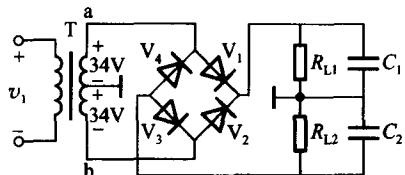

图 1-8
(1) 图 1-8 所示电路中：①当变压器二次电压为正半周(a+、b-)时，哪两个二极管导通？负半周(a-、b+)时，哪两个二极管导通？②请在图中标出 R_{L1} 、 R_{L2} 两端的电压极性；③空载(R_{L1} 和 R_{L2} 开路)时，电容 C_1 和 C_2 上的直流电压各为多少伏？④ R_{L1} 和 R_{L2} 接入电路后输出电压均为多少伏？⑤二极管承受的反向最大电压为多少伏？